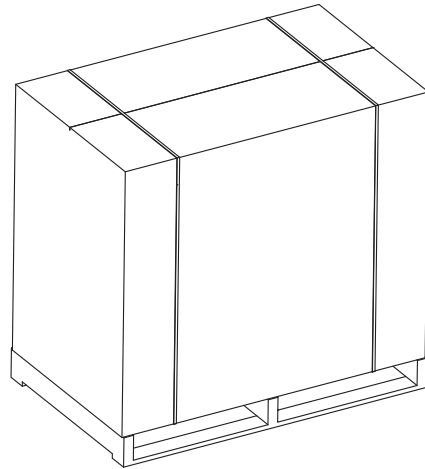

Abbildung 1 - Verpackung
- Die zur Verpackung des Gerätes verwendeten Bänder entfernen (Abb. 1).
- Wenn möglich die Kartonverpackung von oben auf der Palette positioniert und mit passenden Materialien fixiert werden (Abb. 1).